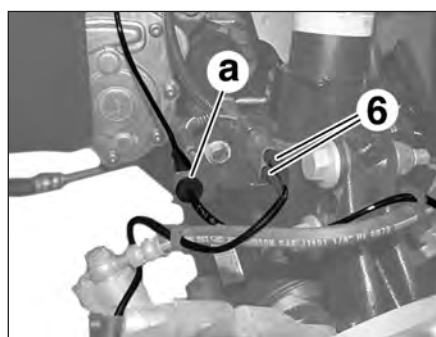

FIG.3
- Dégrafer le faisceau électrique en (a) (Fig.3).
- Débrancher et écarter les connecteurs (6).